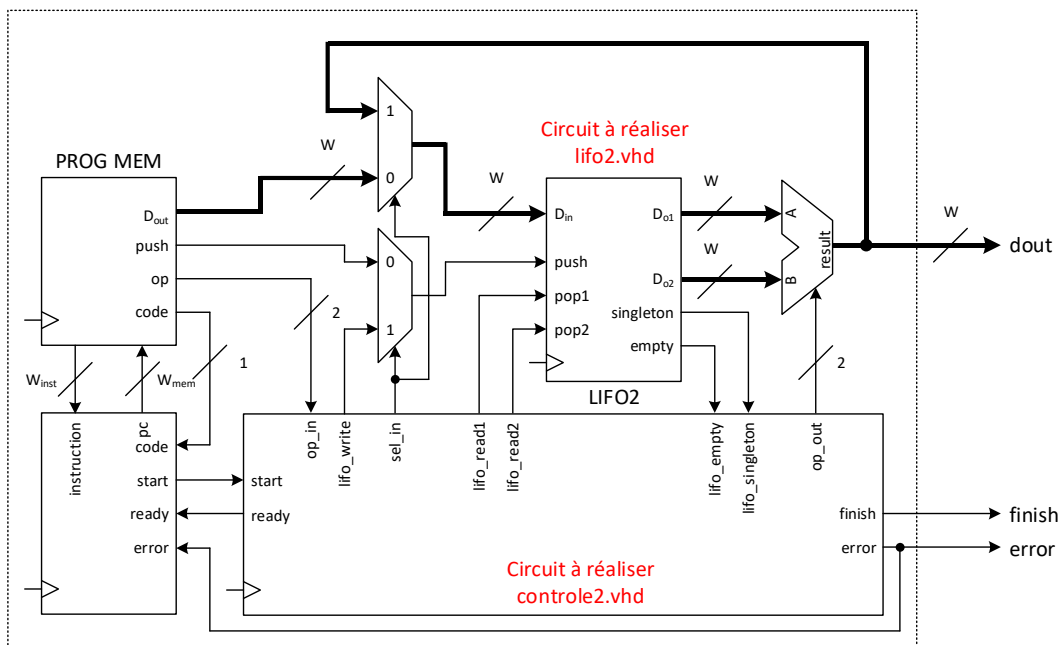

Figure 3 Entité `final_q2`.
La nouvelle entité `final_q2` est décrite dans le fichier `final_q2.vhd` fourni dans le répertoire `./final_q2` et illustrée à la Figure 3 :
- Lorsque deux valeurs sont lues de la pile pour effectuer une opération arithmétique, assurez-vous que l'ordre de lecture soit cohérent avec l'opération désirée. Cette remarque est particulièrement importante pour la soustraction. Vous pouvez vous référer au chronogramme de l'Annexe 2 et la Figure 3 ;